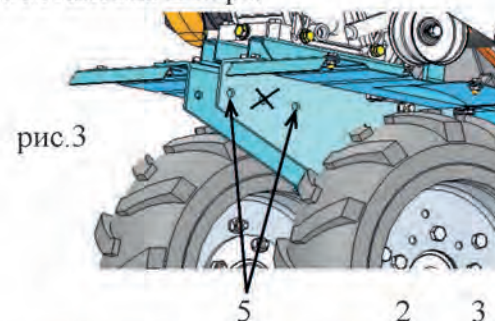
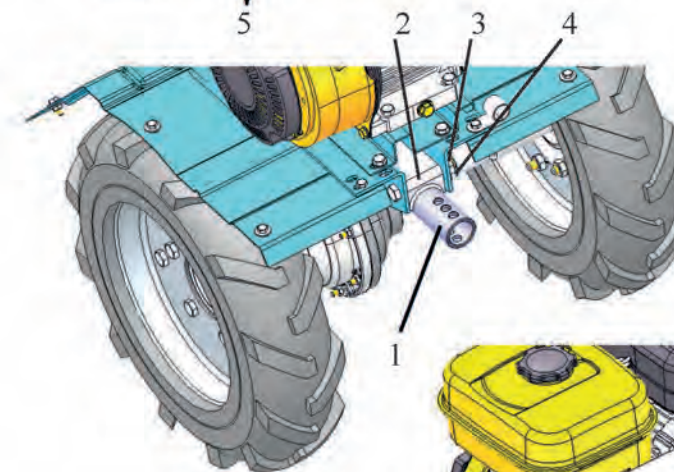

рис.3
рис.4
Установить и закрепить штырь (1) сцепного устройства через отверстия (5) в угольниках (рис.3) с помощью двух болтов, шайб и гаек М10 (2,3,4) (рис.4).
Установить защитный кожух (1), направляющую троса (2) (рис.13) и закрепить (рис.3).